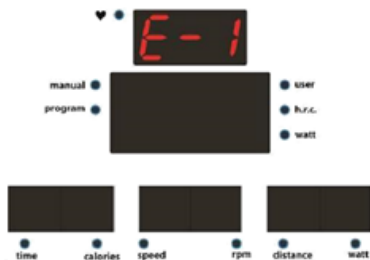

Abbildung 16
4.1. E-1 (Abb. 16): Benutzer hält sich nicht richtig an den Pulshandgriffen fest